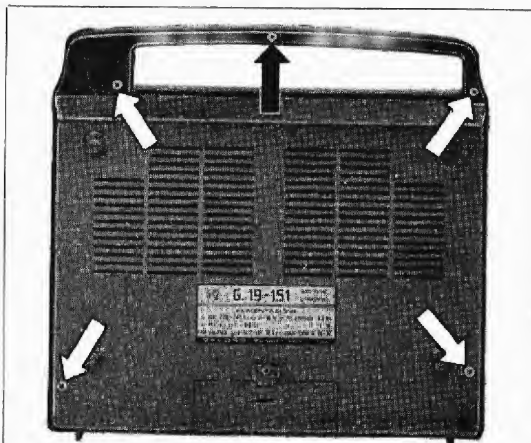

Fig. 1
**Per accedere agli organi interni**, qualora si tratti solo di un controllo generico delle tensioni, è sufficiente togliere il fondo del registratore, il portello pile, le pile, indi svitare le cinque viti indicate in Fig. 1 (ciò è valido anche per il G 19/153).